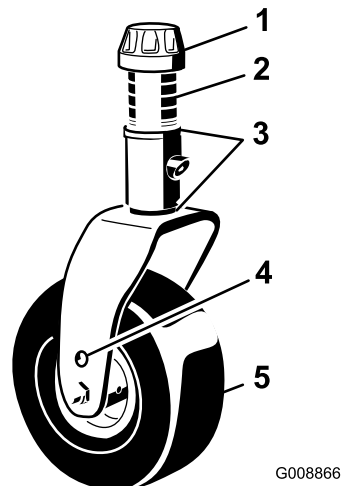
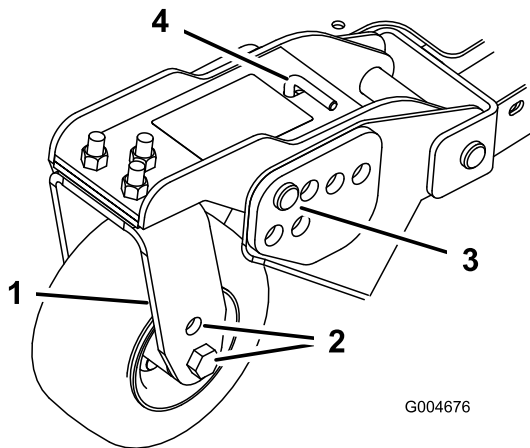
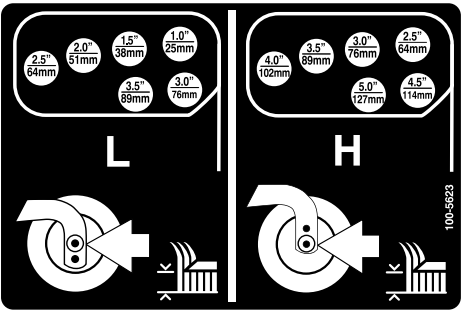

Figura 18
Figura 20
Figura 21
1. Posizionate gli assali delle ruote orientabili negli stessi fori di tutte le forcelle (Figura 18 e Figura 20).
2. Togliete il cappuccio di tensione dall'asse del perno ed estraete il perno dal braccio della ruota orientabile (Figura 18).
- Togliete la coppiglia ed i perni con testa dai bracci di rotazione delle ruote orientabili (Figura 20).
- Girate il tenditore per alzare o abbassare il braccio di rotazione finché i fori non sono allineati con i fori della staffa dell'altezza di taglio selezionati, nel telaio del piatto di taglio (Figura 20 e Figura 21).